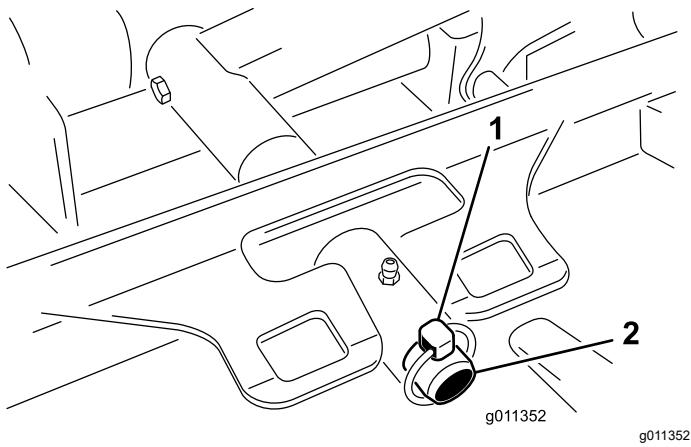

Рисунок 80
3. Снимите штифт с кольцом (на машинах Groundsmaster 4500) или крепежную гайку (на машинах Groundsmaster 4700), с помощью которых несущая рама режущего блока крепится к оси поворота подъемного рычага (Рисунок 80).
- Наденьте несущую раму режущего блока на ось поворота подъемного рычага (Рисунок 80). Закрепите режущий блок на оси с помощью штифта с кольцом (на машинах Groundsmaster 4500) или крепежной гайки (на машинах Groundsmaster 4700).